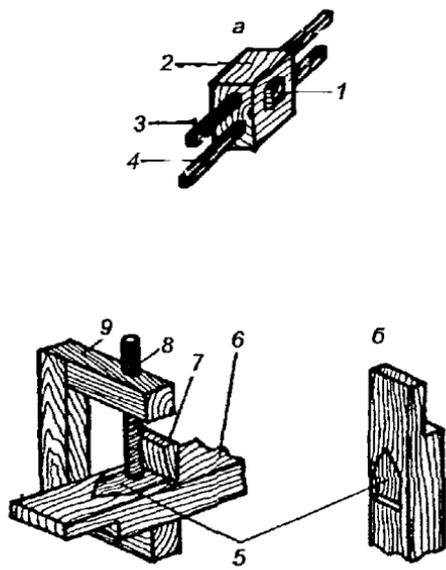

Рис. 143.
щим образом. Состругивают нижнюю часть корпуса (подошву) и наклеивают на водостойких клеях новую подошву из древесины граба, клена, белой акации, ясеня или бука влажностью 10+2% и толщиной 15–18 мм, с тем, чтобы после обработки поверхности подошва имела толщину не менее 12 мм. Наклеивать новую подошву надо так, чтобы волокна древесины ее были направлены вдоль продольной оси корпуса рубанка, фуганка. Склеивают подошву с корпусом в струбцинах (рис. 143), а после схватывания клея обрабатывают подошву так, чтобы ее поверхность была ровной, гладкой.
Рейсмус. В рейсмусе речном при длительной эксплуатации изнашиваются рейки и отверстия для них. В этом случае меняют рейки с тем, чтобы они плотно входили в отверстие корпуса (3) (рис. 143) либо меняют корпус. Все детали рейсмуса изготавливают из древесины граба, бука, ясеня, березы или клена влажностью 10%, после чего их шлифуют, покрывают олифой и светлым лаком. Иглы (2) делают из проволоки диаметром 2 мм и плотно забивают в рейки острыми концами в противоположные стороны.